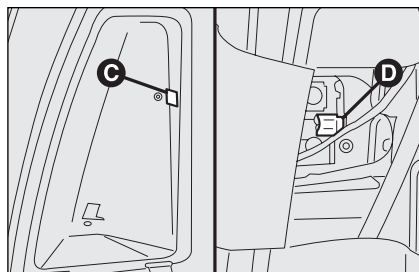

fig. 37
- ☐ saisir la languette **C-fig. 37** et ouvrir le volet correspondant pour accéder au groupe optique arrière;